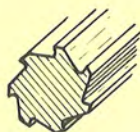

Fig. 2
- b) con denti dispari (fig. 2);